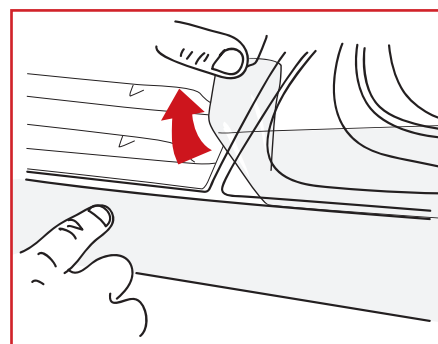

Figure 07
► Retirer le surplus de film en amorçant délicatement un coin de la découpe. Tirer ensuite le surplus en exerçant de petits coups secs, perpendiculairement à la découpe. (FIG. 07)